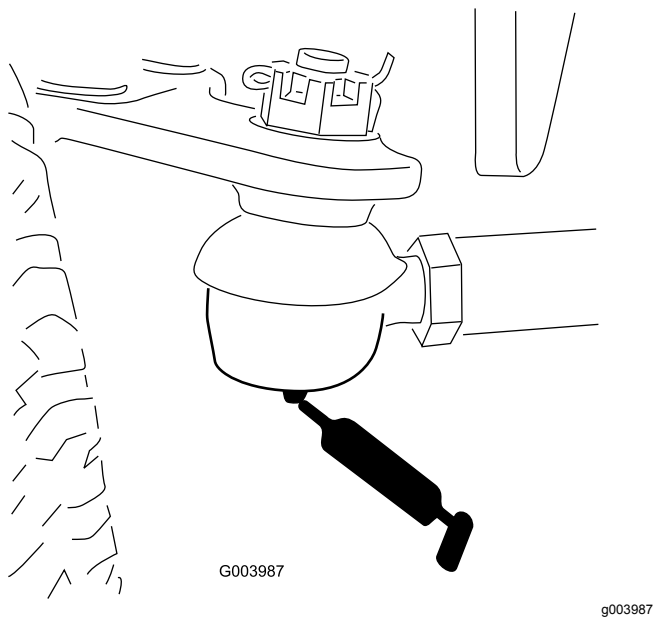

Figura 51
- Tirante del eje trasero (2) (**Figura 51**)